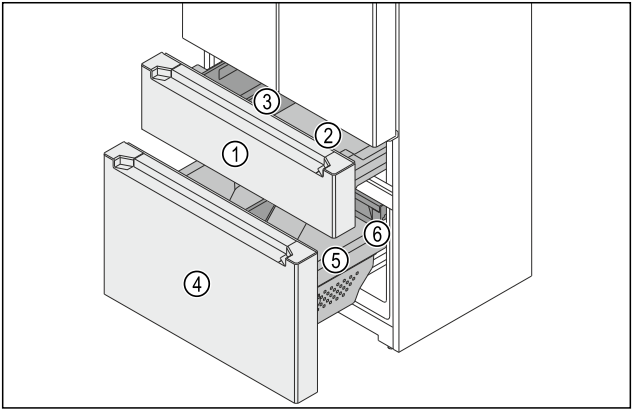

Fig. 148 Chariots à glissière du congélateur
- (1) Chariot à glissière supérieur
- (2) Bac
- (3) FlexBox
- (4) Chariot à glissière inférieur
- (5) Bac
- (6) Tiroir
Le congélateur se compose de deux chariots à glissière. Le chariot à glissière supérieur Fig. 148 (1) comprend un bac Fig. 148 (2) et une FlexBox Fig. 148 (3). Le chariot à glissière inférieur Fig. 148 (4) comprend un bac Fig. 148 (5) et un tiroir Fig. 148 (6). Vous pouvez retirer les bacs des chariots à glissière supérieur et inférieur pour le nettoyage.